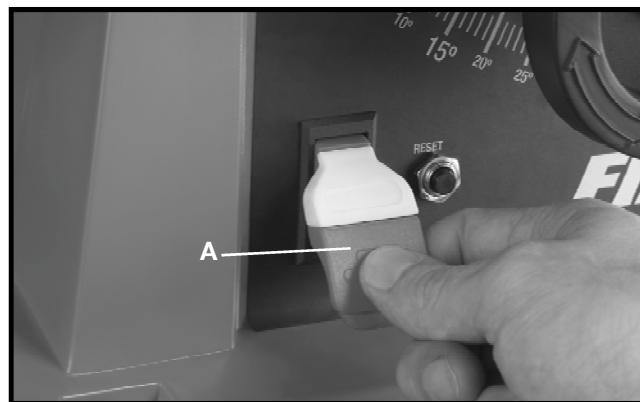

Fig. 34
L'interrupteur marche/arrêt (A) fig. 34 est logé à l'avant de l'armoire de la scie. Pour mettre la scie sous tension, déplacer l'interrupteur (A) vers le haut en position de marche. Pour l'éteindre, déplacer l'interrupteur (A) vers le bas à la position d'arrêt.